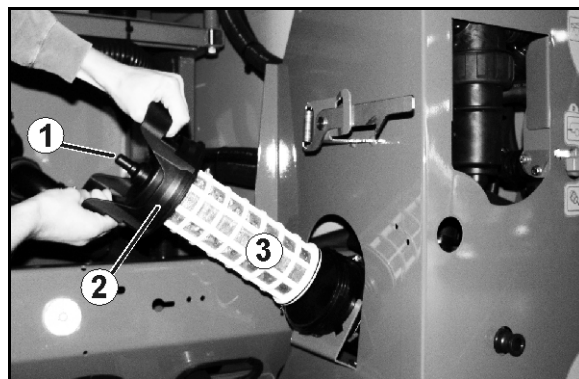

Рис. 134
Ежедневно очищайте всасывающий фильтр (**Рис. 134**) после очистки полевого опрыскивателя.
1. Освободите крышку всасывающего фильтра (**Рис. 134/2**).
2. Снимите крышку и фильтр (**Рис. 134/3**) и очистите их водой.